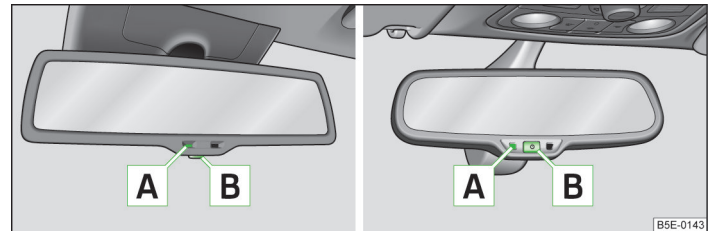

Abb. 44 Automatisch abblendende Spiegel
- Die Taste **B** drücken, die Kontrollleuchte **A** leuchtet auf (der Spiegel ist aktiviert) » Abb. 44.